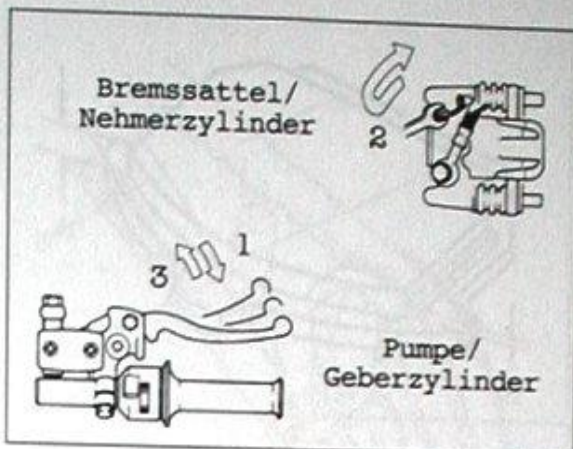

Bild 54
- Hebel bzw. Pedal anziehen und Entlüftungsventil um  $\frac{1}{8}$  bis  $\frac{1}{2}$  Umdrehung öffnen und sofort wieder schliessen (Bild 54). Hebel bzw. Pedal wieder freigeben.